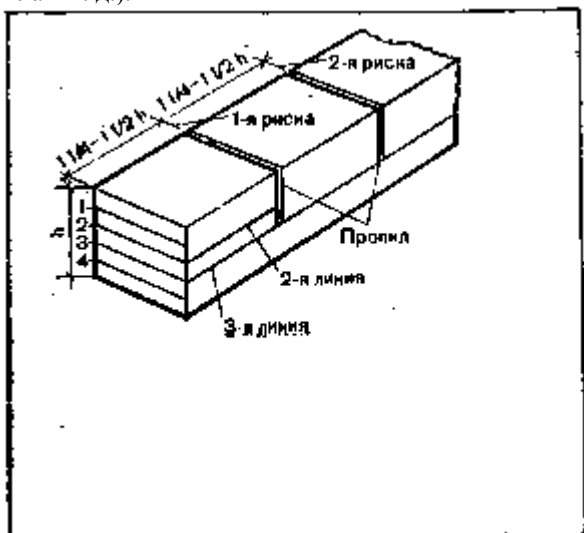

Рис. 42. Сращивание прямым замком
**Сращивание прямым замком** (рис. 42). Чтобы сращиваемые части работали на растяжение, вырубают прямой замок. Концы сращиваемых деталей в этом случае должны быть одинакового сечения, а торцы точно опилены. Вырубая замок, высоту торца одного из сращиваемых брусков делят на пять равных частей и проводят четыре линии. От торца отмеряют два отрезка длиной по  $\frac{1}{4}$  или  $1 \frac{1}{2}$  высоты бруска и наносят по верху бруска и на его боковых сторонах две риски для первого и второго пропилов. Затем от второй линии на торце по боковой стороне проводят линию до первой риски, а от третьей линии на торце — до второй риски. По первой и второй рискам делают пропил до третьей линии, скалывают торец до второй линии и выбирают оставшуюся древесину между пропилами третьей линии. Поверхность полученной первой половины замка тщательно зачищают. Точно так же обрабатывают второй брусок. Наложив бруски замками один на другой, подтесывают неровности и затем окончательно соединяют.